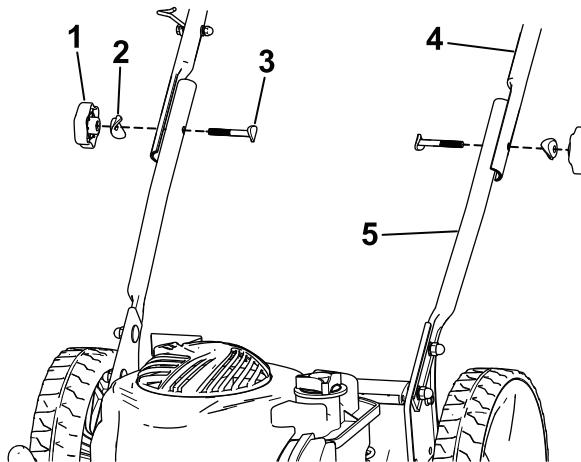

Figura 4
- Conecte el manillar superior al inferior usando los 2 pomos del manillar, 2 arandelas curvas, y 2 pernos. Apriete los pomos del manillar firmemente a mano (Figura 4).